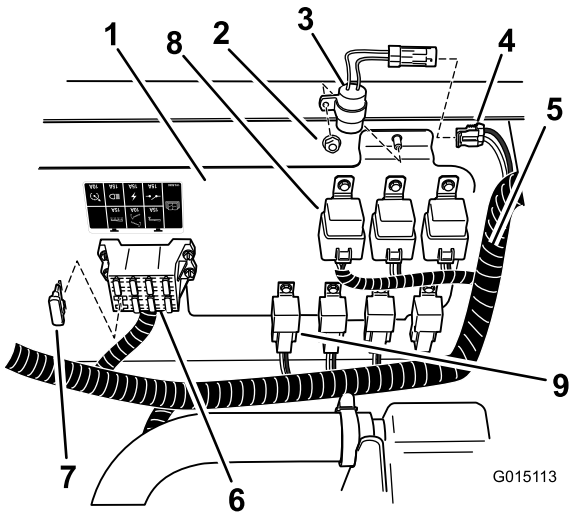

Figura 26
- Localice el conector del arnés principal marcado "delay timer" (temporizador de retardo). Conecte el temporizador al arnés principal en este punto (Figura 26).
- Instale un fusible de 40 amperios en la ranura abierta del bloque de fusibles, según se muestra en (Figura 26). Si ya existe un fusible de menor amperaje en la ranura, retírelo y sustitúyalo por el fusible de 40 amperios.
- Localice el temporizador de retardo entre las piezas sueltas e instálelo en la posición mostrada (Figura 26) con una contratuerca.